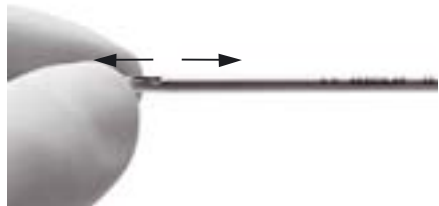

Abb. 3
- Schaft 5 demontieren, siehe Abb. 3: